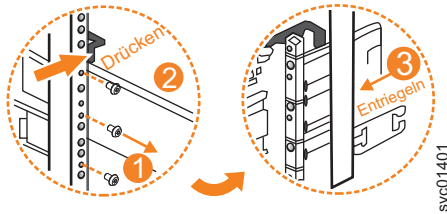

Abbildung 133. Schienenbaugruppe von hinterer Rahmenhalterung entfernen
3. Entfernen Sie die beiden Schrauben, mit denen der innere Teil der Schiene an der hinteren Halterung angebracht ist (siehe Abb. 133 auf Seite 149).
4. Ziehen Sie die Schiene nach vorne von der hinteren Halterung weg (siehe Abb. 133).